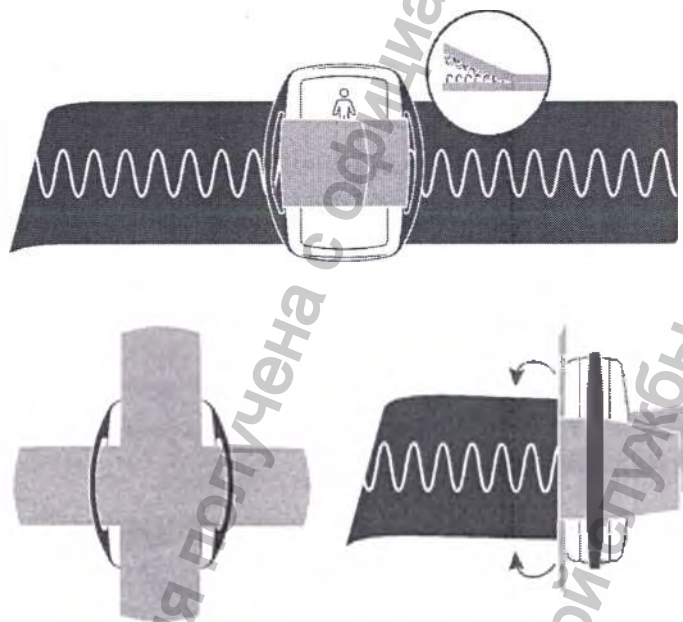
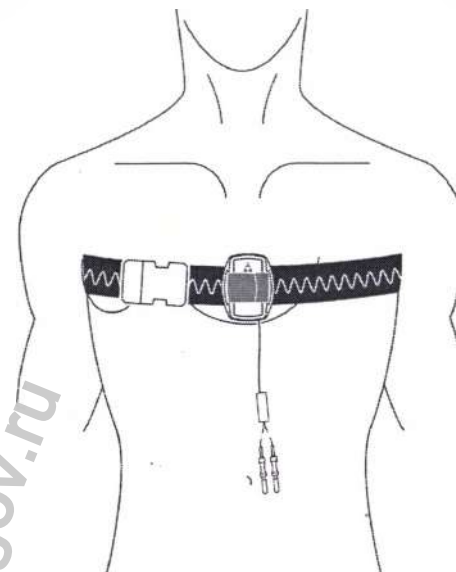

Рис. 3. Размещение датчика в креплении
Рис. 4. Закрепление датчика с помощью крепления на груди пациента
- с помощью крепления, входящего в комплект поставки (рекомендуется при применении широких индукционных ремней для уменьшения количества ремней на пациенте) (рис. 3, рис. 4).